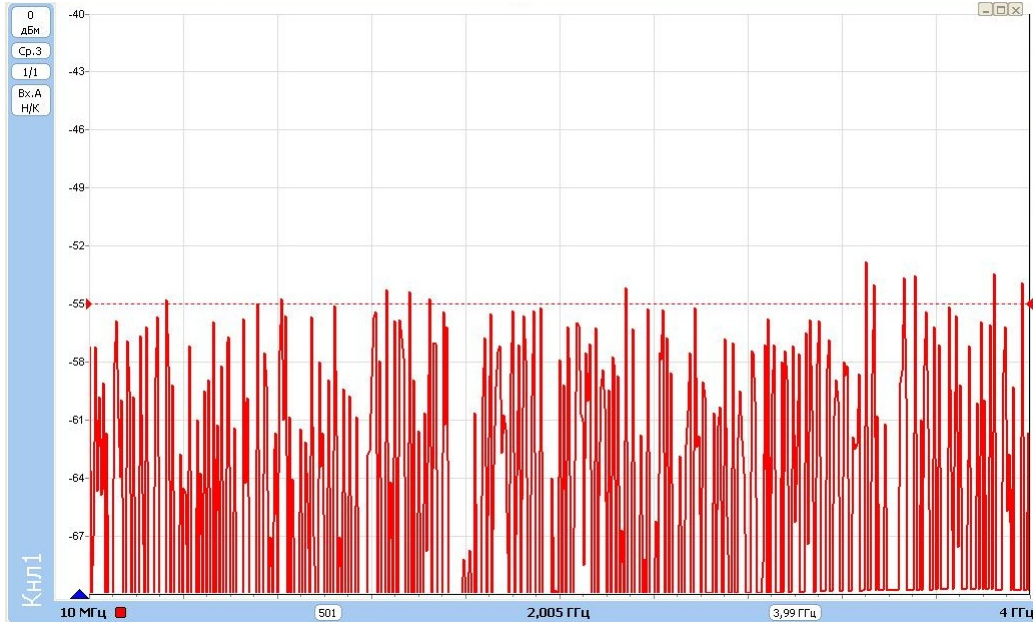

Рисунок 5 – Типичный результат измерений мощности при выключенной кнопке «СВЧ»
7.3.11 Отжать кнопку «СВЧ» для отключения генерации колебаний. Проверить, что при отключенной кнопке «СВЧ» индикаторы «Уровень» и «Мощность» не светятся и отсутствует мощность на выходе СВЧ блока генераторно-измерительного по результатам измерений с помощью головки детекторной (рисунок 5). Для отображения результата следует произвести автомасштаб. Нажать кнопку «СВЧ».